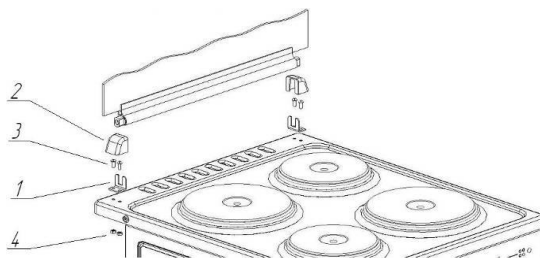

Рис. 5 Установка стеклянной крышки стола.
8) Установите на место крышку стола плиты (при её наличии). Установка и дополнительная комплектация согласно Рис. 5 и Табл. 1
Некоторые модели плиты оснащены стеклянной крышкой стола, которая при необходимости легко снимается. Для этого снимите крышки декоративные поз.2 (Рис. 5), полностью откройте стеклянную крышку и поднимите вверх.